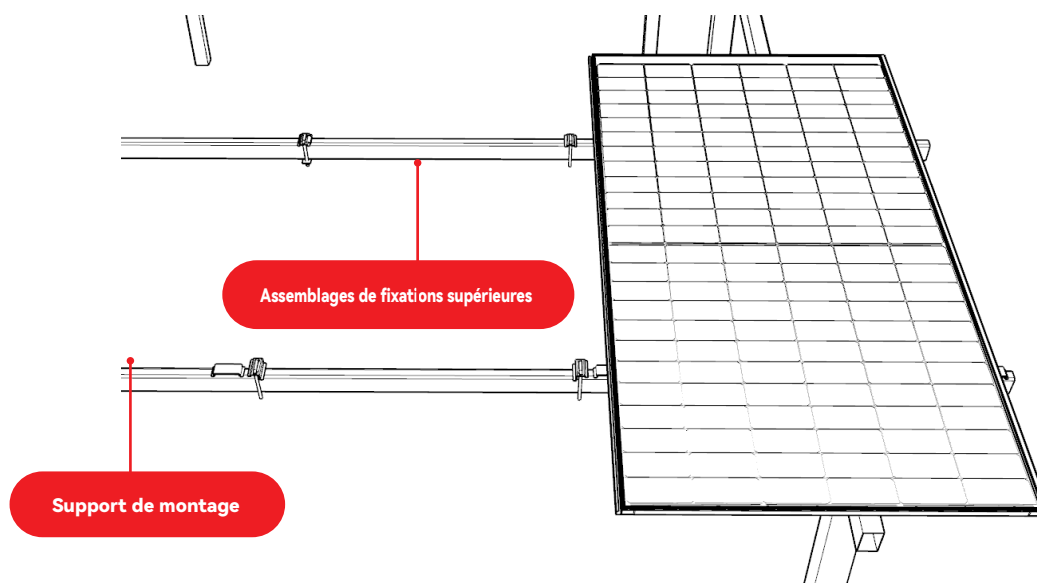

FIGURE 13
⑥ Pour l'installation du deuxième produit, il faut d'abord mettre en place le support de montage I, les fixations supérieures II et les fixations (Figure 13), la distance entre les deux fixations supérieures reste de 1147mm, deux fixations restent entre les deux supports de montage I.